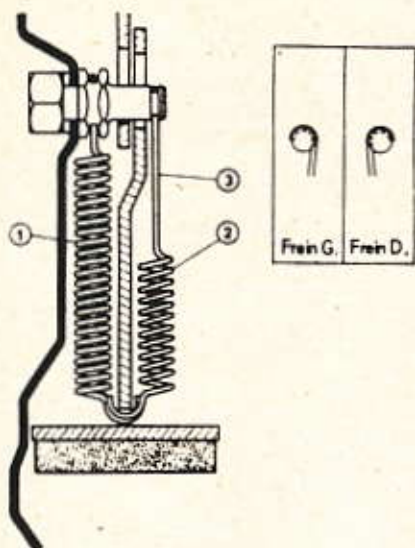

Fig. 34. — Différenciation des ressorts intérieurs et extérieurs
Remarque. — Les deux ressorts intérieurs (1) (fig. 34) de rappel des segments sont différents des ressorts extérieurs (2), ces derniers comportent 17 spires au lieu de 26.